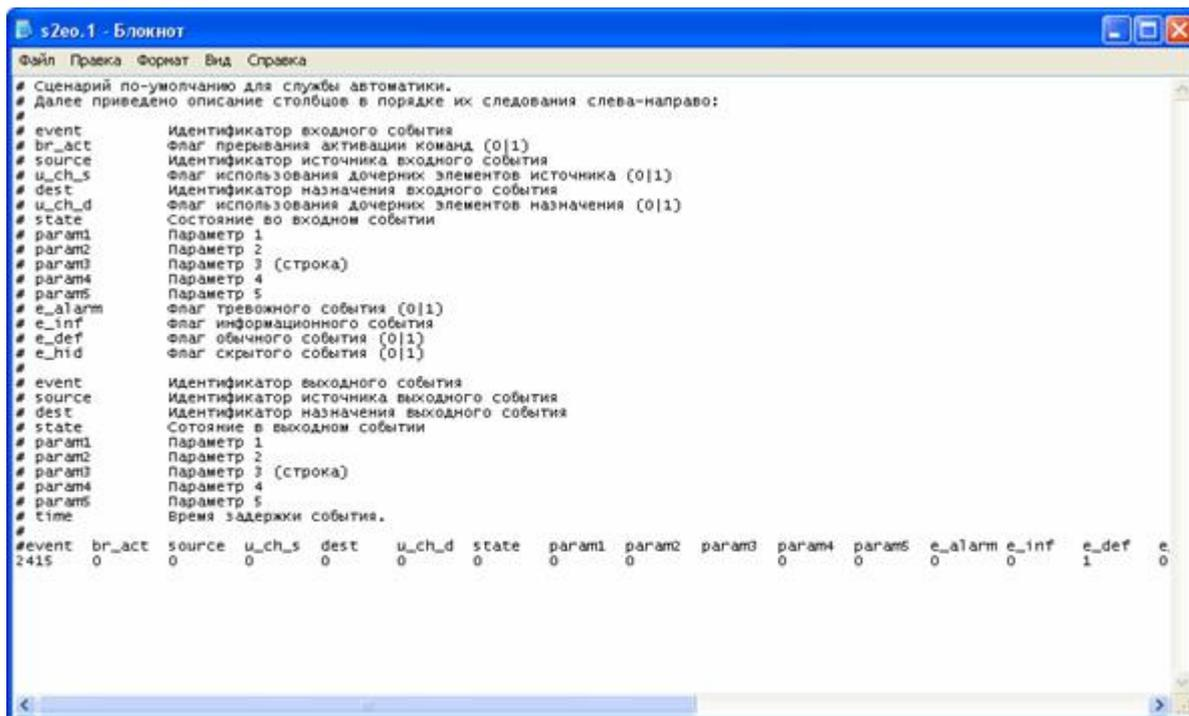

Рисунок 3 — Шаблон текстового сценария
- Если вам необходимо сконфигурировать большое количество однотипных **Заданий на автоматическое управление** (например, различающихся только источниками событий или/и назначениями выполняемых команд), вы можете использовать заранее созданный «сценарий» - текстовый файл с указаниями необходимых параметров. Для этого отметьте переключатель **Задание выполняется в соответствии с текстовым сценарием**. Для создания нового сценария нажмите на кнопку **Редактировать**. Откроется текстовый файл с описанием доступных для изменения параметров и примером (рисунок 3):